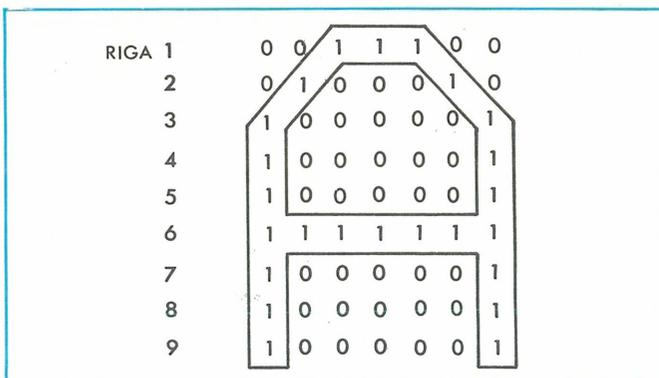

Figura 5 - Matrice a punti di un carattere nel formato 7 x 9.
In questo caso il byte è inviato ad un blocco generatore di carattere (v. Figura 4), che realizza la conversione da codice a dati seriali per il video. Questo blocco consiste fondamentalmente di una ROM (Read Only Memory), che contiene per ogni carattere la corrispondente configurazione in termini di punti luminosi (1) e non (0) disposti a matrice (tipicamente 5 \times 7 oppure 7 \times 9 come in Figura 5). La visualizzazione del carattere avviene inviando per ogni riga orizzontale dello schermo la corrispondente sequenza di bit della matrice (cioè la ROM di decodifica carattere è indirizzata dal carattere e dalla linea di scanning relativa alla linea di punti da visualizzare).